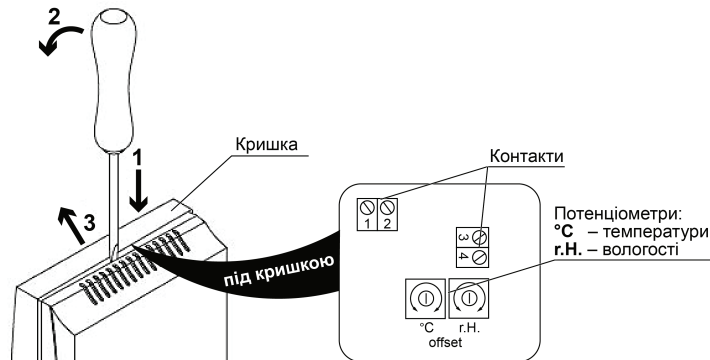

Рисунок 5.1 – Будова перетворювача
2. Вставити вістря викрутки (шліц 2,0) у паз по центру перетворювача (*стрілка 1* на *рисунок 5.1*), надавити вниз у напрямку *стрілки 2*, злегка підняти основу корпусу та акуратно здвинути кришку за *стрілкою 3*.